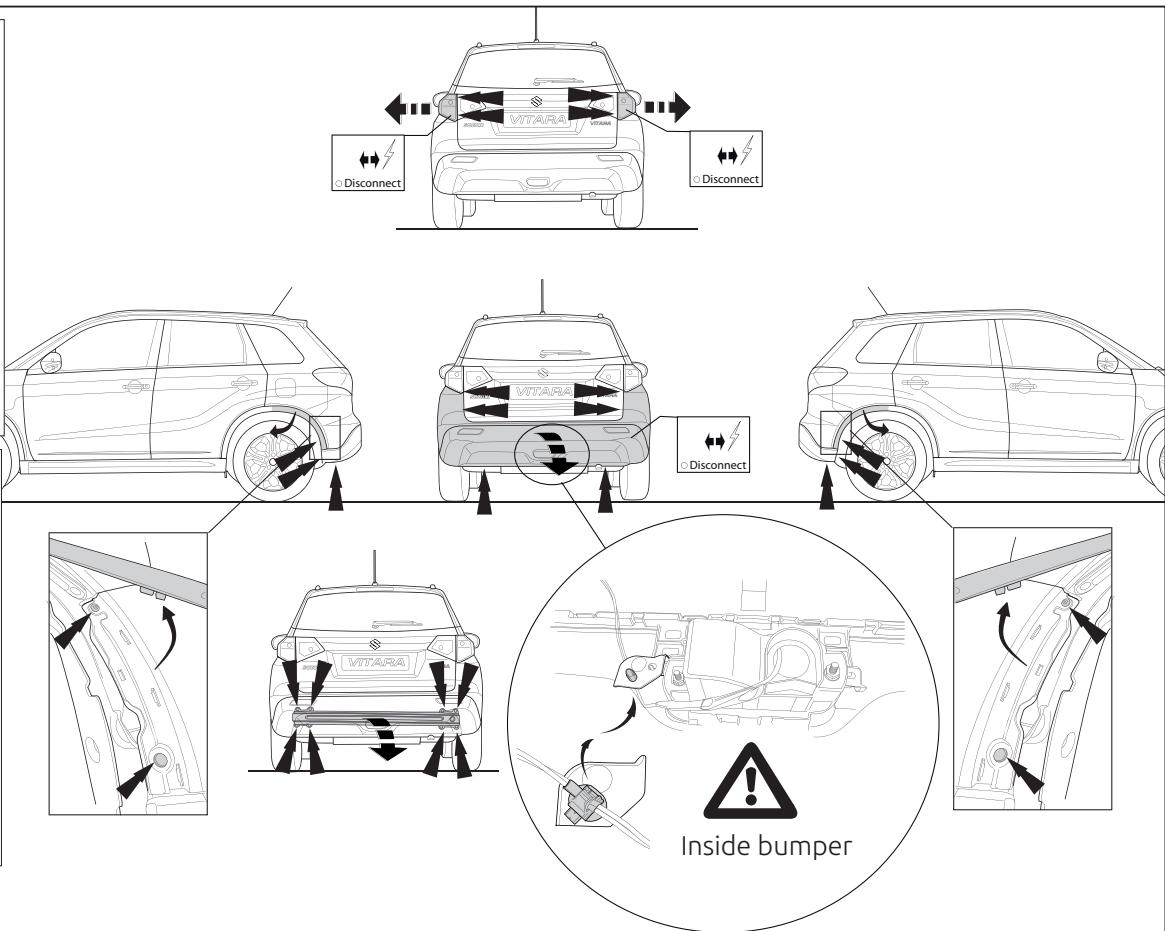

Fig. 1
1. Снять оба блока задних фар. Снять бампер вместе со стальным буферным бруском автомобиля. Буферный брус больше не понадобится. При необходимости, провести проводку по-другому. См. рисунок 1.